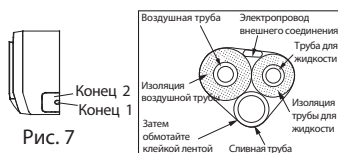

Рис. 7
- 1. При проводке труб и проводов с левой или правой стороны внутреннего блока, при необходимости, обрежьте концы рамы (см. Рис.7) Обрежьте конец 1, если проводите только кабели; Обрежьте концы 1 и 2, если проводите и трубы, и кабели.